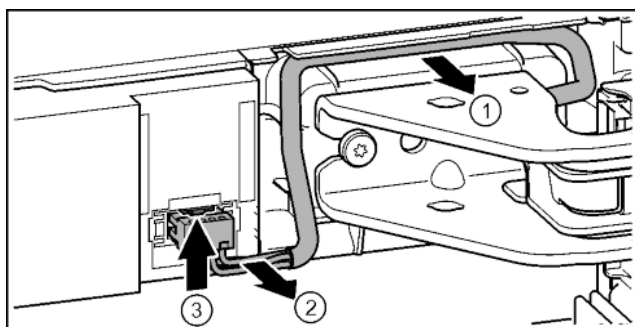

Fig. 23
- ▶ Desfaceți cu precauție cablul deasupra suportului de lagăr din ghidaj. Fig. 23 (1)
- ▶ Trageți cu precauție lițele cablului din canal. Fig. 23 (2)
- ▶ Apăsați în sus eclisa și extrageți fișa cu precauție. Fig. 23 (3)